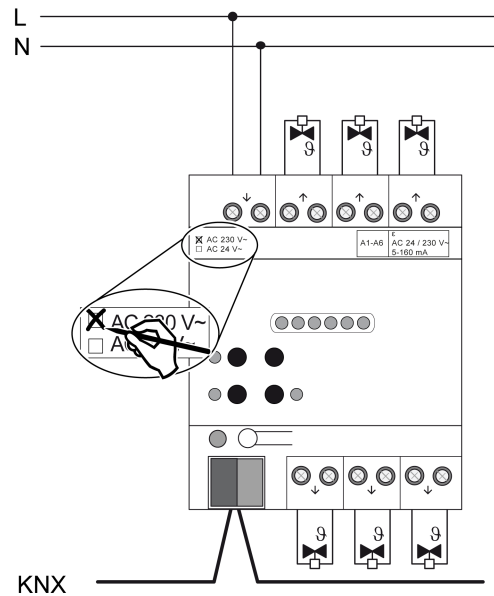

Bild 2: Anschluss Stellantriebe 230 V
- Stellantriebe AC 230 V gemäß Anschlussplan (siehe Bild 2) anschließen.